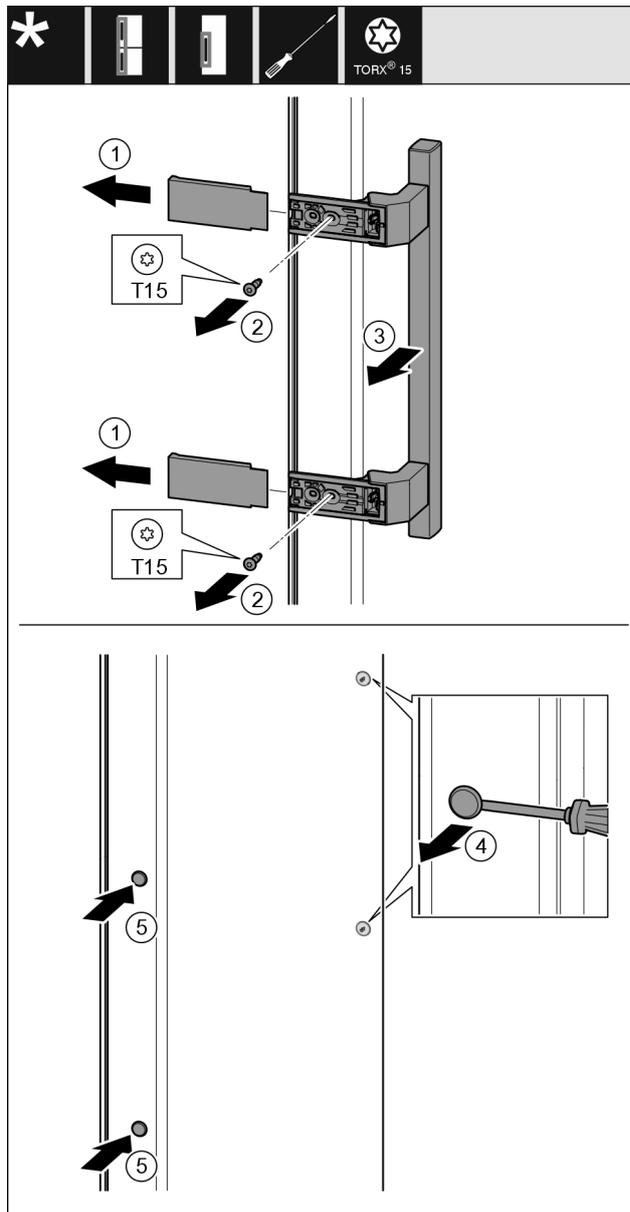

Fig. 20
- Togliere la copertura Fig. 20 (1).
- Estrarre le viti Fig. 20 (2) con un cacciavite.
- Rimuovere la maniglia Fig. 20 (3).
- Sollevare il tappo laterale Fig. 20 (4) con cautela con un cacciavite a intaglio ed estrarlo.
- Reinserire il tappo Fig. 20 (5) sull'altro lato.